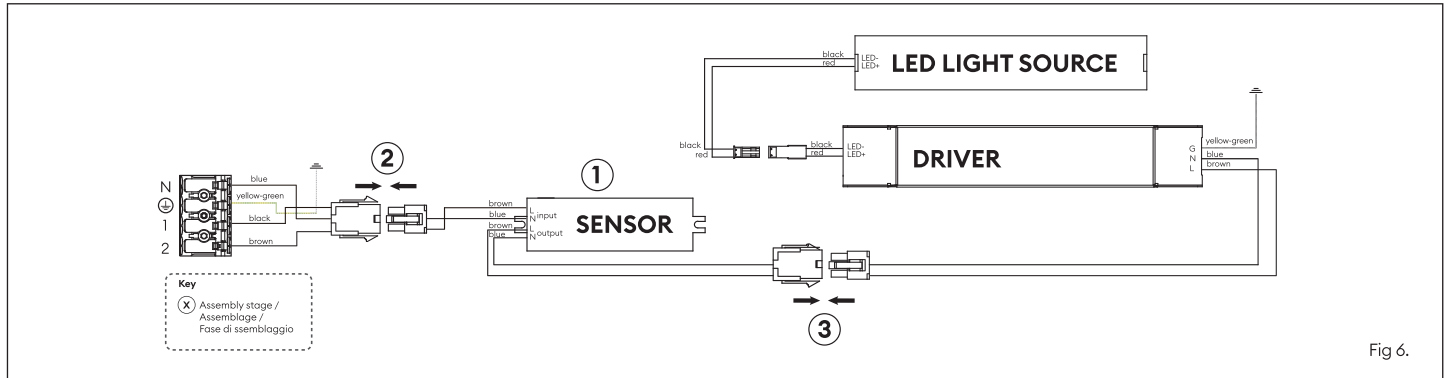

Fig 6.
2. Plug in connectors through stages ②-③ as shown in fig 6.
2. Enfichez les connecteurs selon les étapes ②-③ indiquées dans la figure 6.